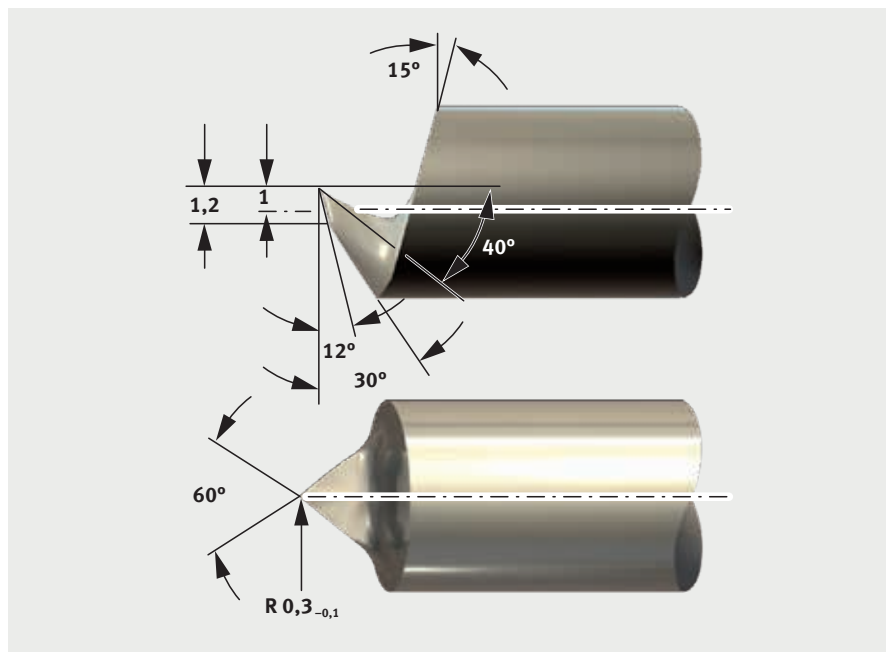

Abb. 1: Schneidwerkzeug für KS PERMAGLIDE® P22 und P202
- Hartmetallwerkzeuge (Abb. 1)